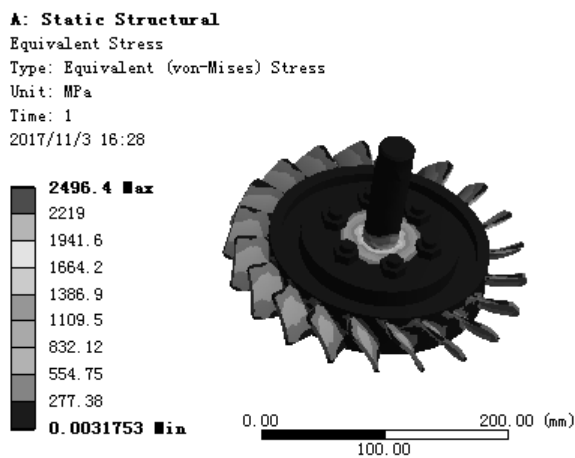

图 7.6.12 应力结果图解
(1) 求解分析。在顶部工具栏中单击 **Solve** 按钮求解分析。
(2) 查看应力结果图解。在“Outline”窗口中选中 **Equivalent Stress**，查看图 7.6.12 所示的总应力结果，其最小应力为 0.0031753 MPa，最大应力为 2496.4MPa。